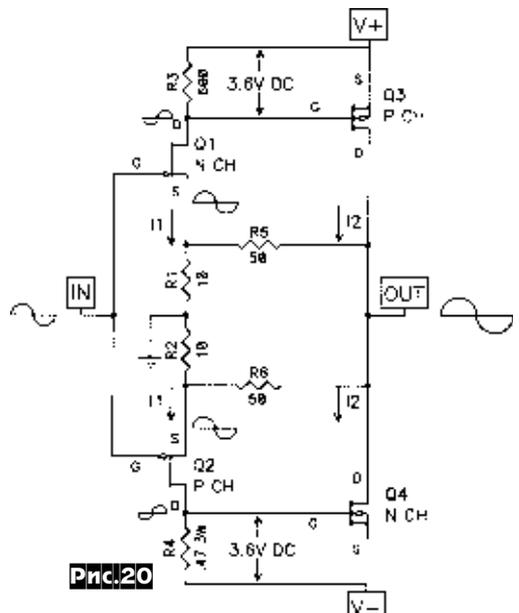

Рис.20
**Эволюция однотактных полевых однотранзисторных усилителей мощности** (ZenAmp-ов, неоднократно упоминавшихся в Дайджесте нашего журнала) **Нельсона Пэсса** все-таки привела автора сначала к двухкаскадному, а теперь и к двухтактному решению. В его новом усилителе, названном «F5», Нельсон использовал входной каскад на комплементарных транзисторах с р-п переходом (JFET) и выходной - на комплементарных мощных МОП-транзисторах (MOSFET). Из упрощенной схемы рис. 20 видно, что входной каскад выпол-